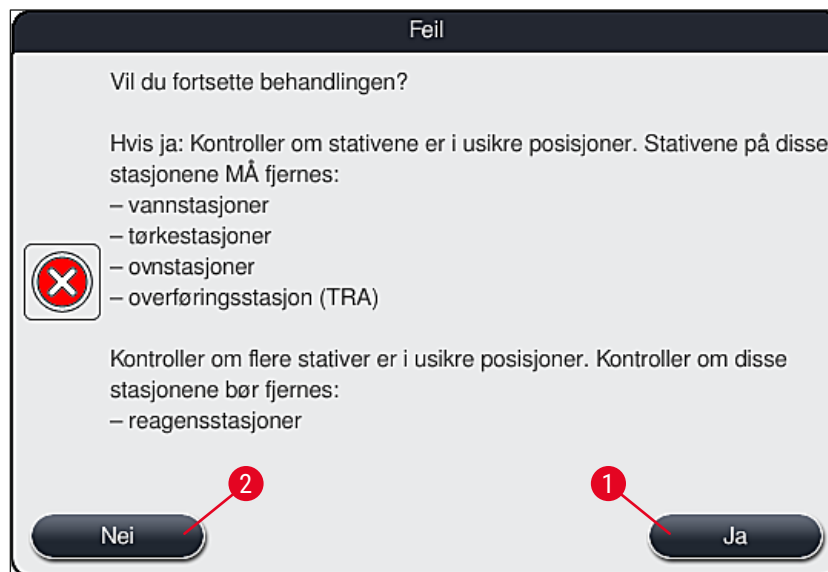

Fig. 112
- Deretter kan brukeren velge om fargeprosessen skal gjenopptas (→ S. 140 – 8.2.2 Gjenoppta fargeprosessen etter et strømbrudd) eller avbrytes (→ S. 141 – 8.2.3 Avbryte alle fargeprosesser etter et strømbrudd) (→ "Fig. 112").
2. Fjern de kritiske stativene fra instrumentet i samsvar med forrige informasjonsmelding (→ "Fig. 112"), og bekreft fjerningen ved å trykke på den tilsvarende stasjonen (→ "Fig. 113-1") på skjermen.
Du kan angre avbrytelsen av fargeprosessen og returen til forrige valgmeny (→ "Fig. 112") ved å trykke på **Avbryt**-knappen (→ "Fig. 114-2").